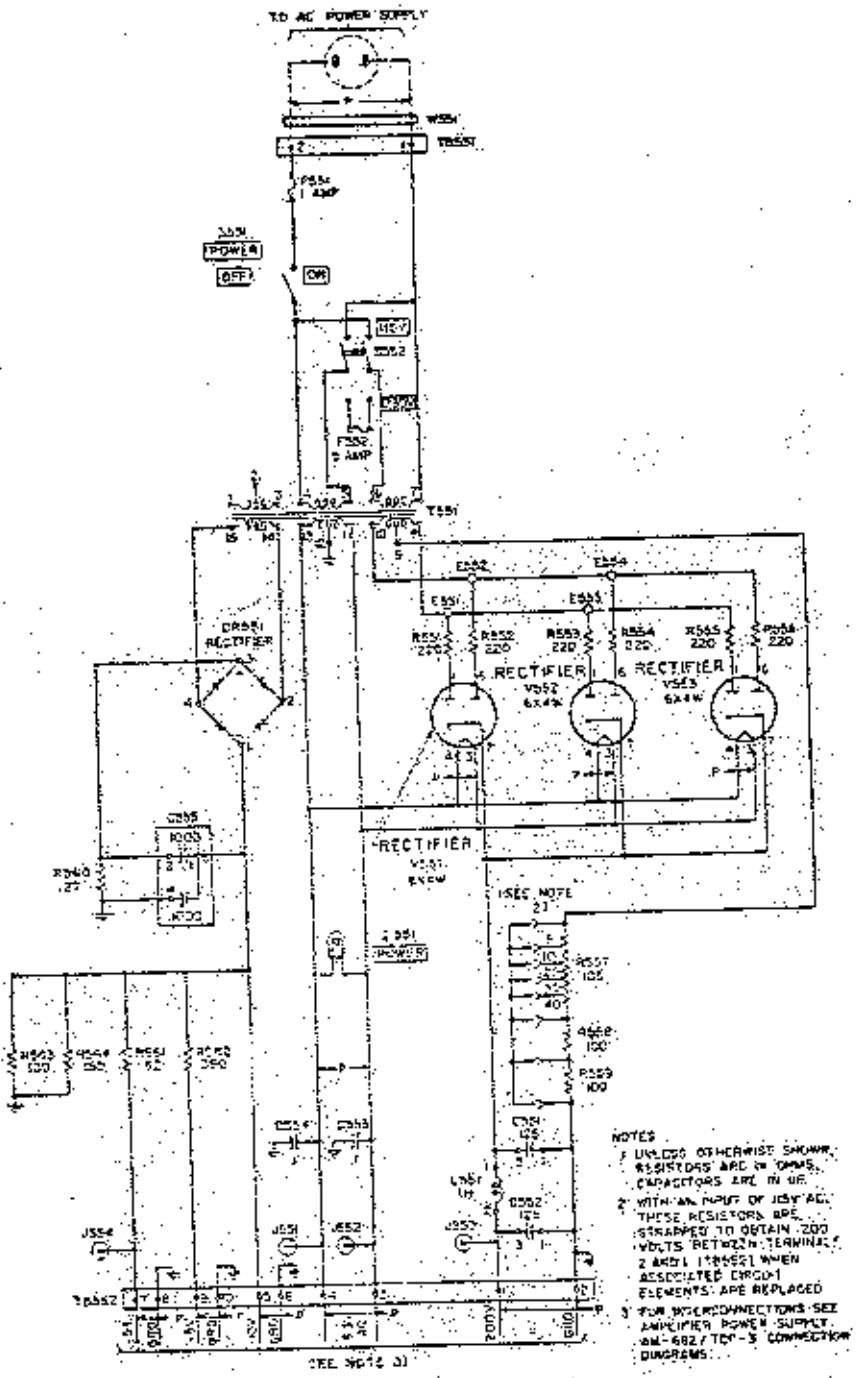

Fig.43 Circuiti dell'alimentatore
a) Tensione di 200 V positiva (fig.43).